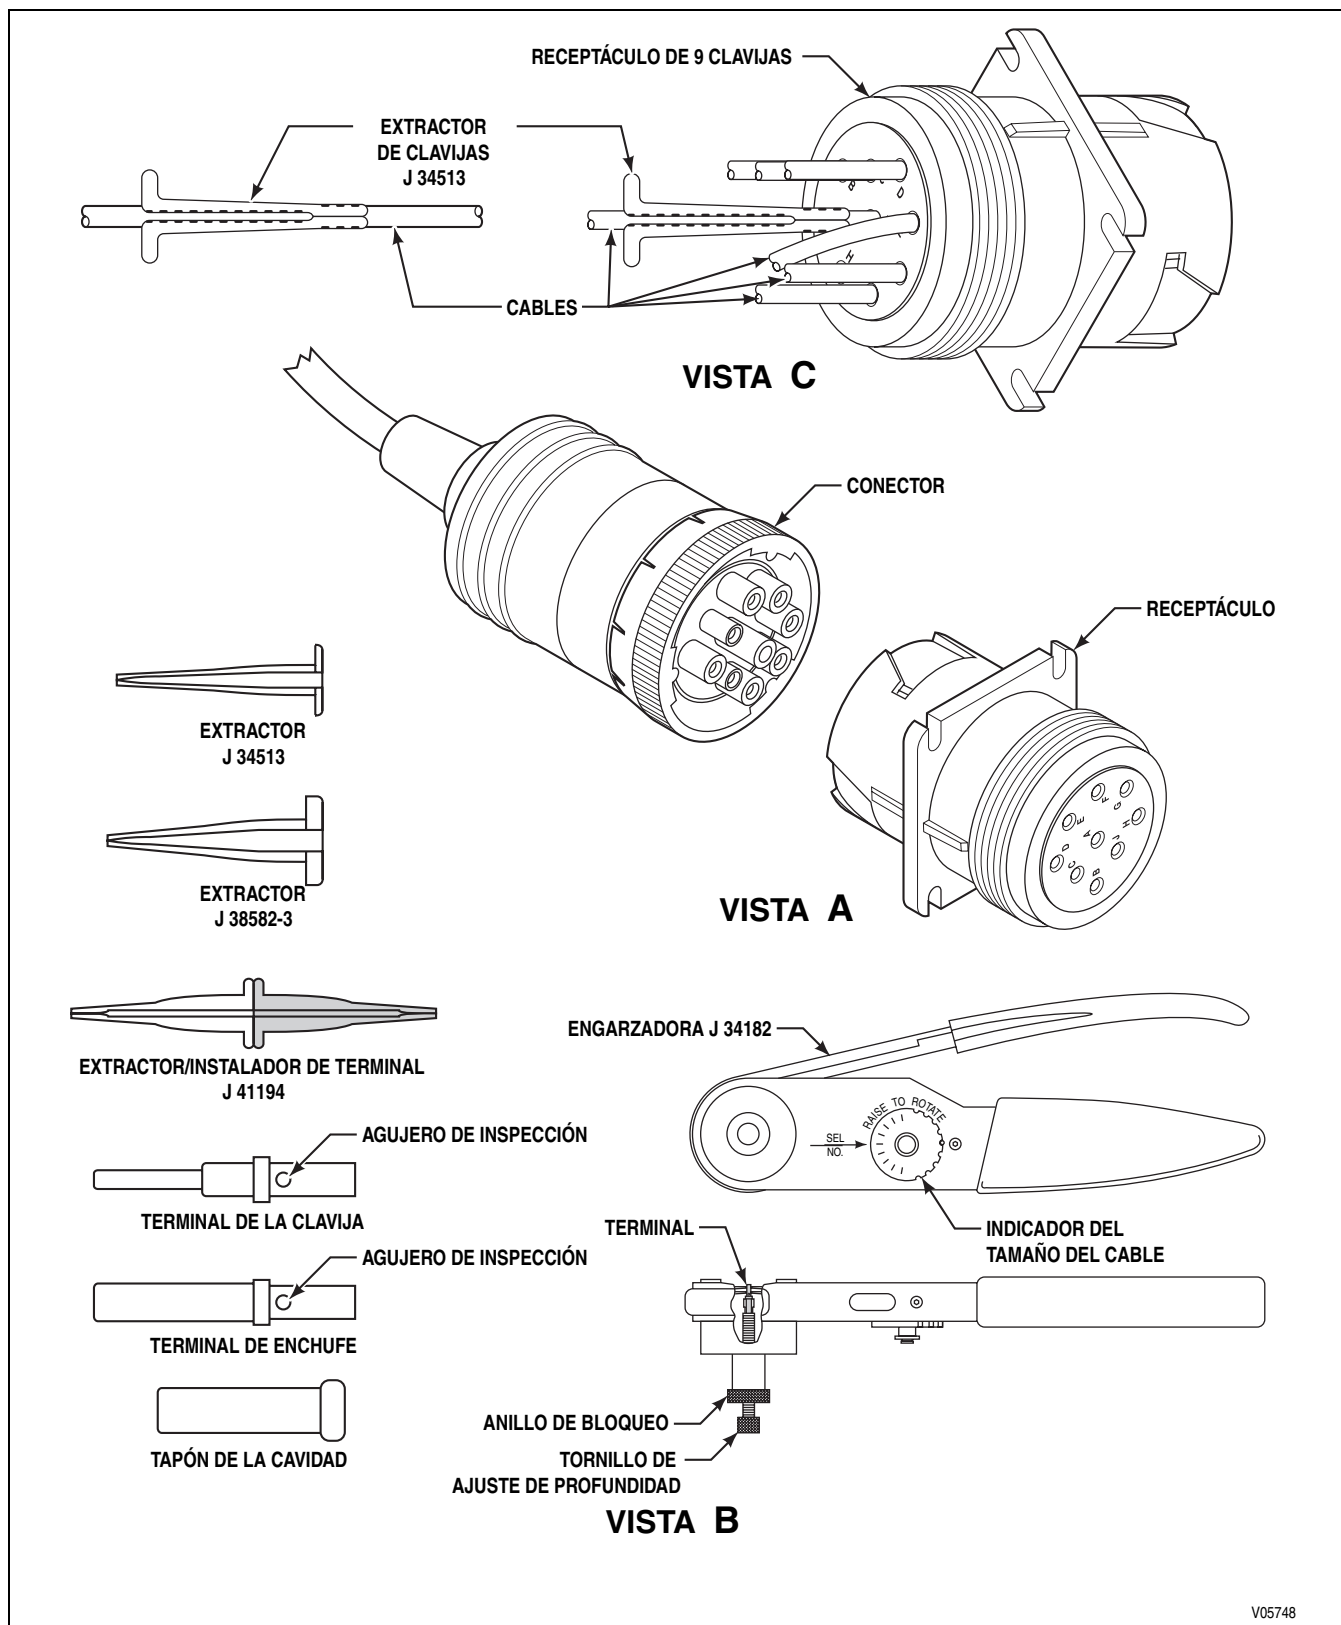

Figura E-8. Conectores Deutsch IPD/ECD (9 vías DDR)
A. Reparaciones del conector/terminal (consulte la Figura E-8)
B. Extractor de terminales (consulte la Figura E-8, Vista A)
C. Engarzadora de terminales (consulte la Figura E-8, Vista B)
C. Engarzadora de terminales (consulte la Figura E-8, Vista B) *(continuación)*
A. Reparación del conector/terminal (consulte la Figura E-8)
B. Extracción de la terminal (consulte la Figura E-8)
C. Engarce de la terminal (consulte la Figura E-8)